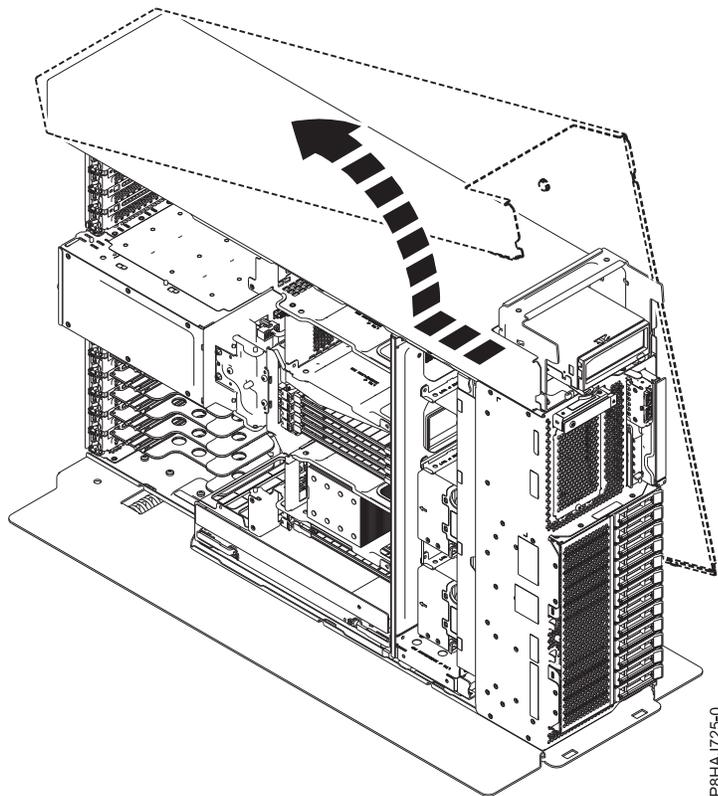

Abbildung 29. Ausbauen der Seitenabdeckung bei einem Standalone-System vom Typ 8286-41A
5. Schieben Sie die Seitenabdeckung in der in Abb. 29 dargestellten Richtung vom System.